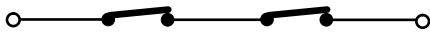

Fig. 4
N.B. Se due o più dispositivi di sicurezza hanno la stessa funzione (apertura, chiusura, apertura e chiusura, costa) i contatti vanno collegati in serie tra di loro (fig. 4).
Per installare più dispositivi di sicurezza collegare i contatti N.C. in serie (fig. 4).